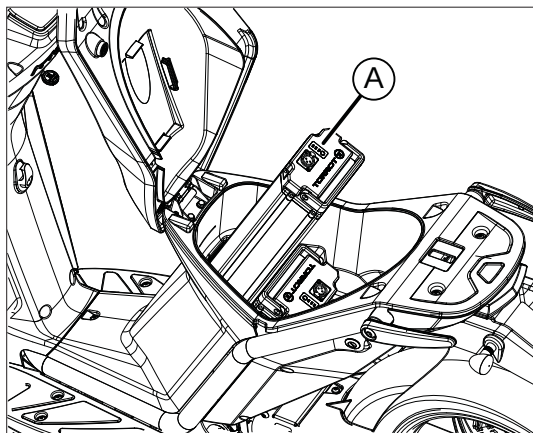

fig. 4
- allentare il cinturino in velcro e rimuovere dalla sede la batteria di trazione A fig. 4.